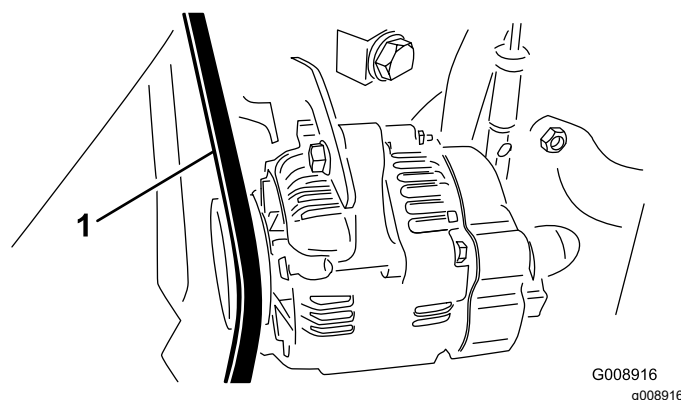

Figura 71
2. Compruebe la tensión flexionando la correa del alternador/ventilador en el punto intermedio entre las poleas del alternador y del cigüeñal con una fuerza de 30 N·m (Figura 71).